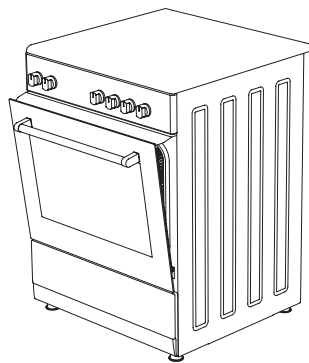

Figura 12
4. Em seguida, fixar o painel de segurança entre o forno e a tampa frontal, fechando suavemente a tampa. (figura 12)